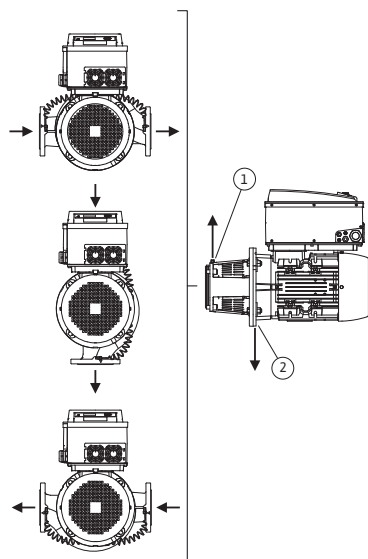
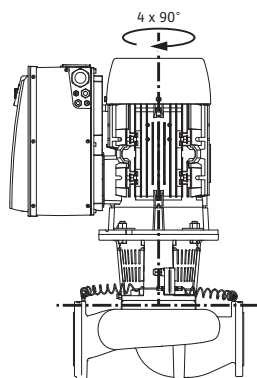

Fig. 18: Megengedett beépítési helyzetek vízszintes motortengellyel
Fig. 19: Megengedett beépítési helyzetek függőleges motortengellyel
A vízszintes motortengely és felfelé néző elektronikamodul (0°) esetén megengedett beépítési helyzeteket a Fig. 18 mutatja. A képeken nem láthatók az oldalra szerelt elektronikamodul (+/- 90°) esetén megengedett beépítési helyzetek. Az „elektronikamodul lefelé” (-180°) kivételével minden beépítési helyzet megengedett. A szivattyú légtelenítése csak akkor szavatolható, ha a légtelenítő szelep felfelé mutat (Fig. 18, 1. poz.). Csak ebben a helyzetben (0°) vezethető el az esetleges kondenzátum célzottan a meglévő furaton, szivattyúközdarabon, illetve motoron keresztül (Fig. 18, 2. poz.). Ehhez távolítsa el a dugót a motorkarimáról.
A függőleges motortengely esetén megengedett beépítési helyzeteket a Fig. 19 ábra mutatja. A „motor lefelé” kivételével minden beépítési helyzet megengedett.
- A közdarab légtelenítő szelepének (Fig. 6, 1.31 poz.) vízszintes motortengely esetén mindig felfelé kell mutatnia (Fig. 6a: és Fig. 6b: ábra). Függőleges motortengely esetén bármelyik irány megengedett. Lásd továbbá Fig. 18: „Megengedett beépítési helyzetek vízszintes motortengellyel” a(z) 25. oldalon, ill. Fig. 19: „Megengedett beépítési helyzetek függőleges motortengellyel” a(z) 25. oldalon.
- Vízszintes motortengely esetén a kondenzátumfuratoknak alul kell elhelyezkedniük (Fig. 18, 2. poz.). Adott esetben a motort megfelelően el kell forgatni.